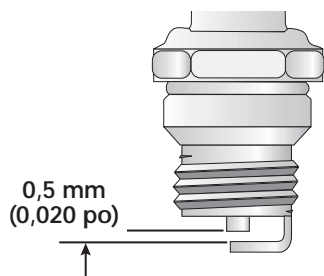

Fig. 15
3. Remplacez toute bougie fendillée, encrassée ou sale. Réglez l'écartement à **0,5 mm (0,020 po)** à l'aide d'une jauge d'épaisseur (Fig. 15).